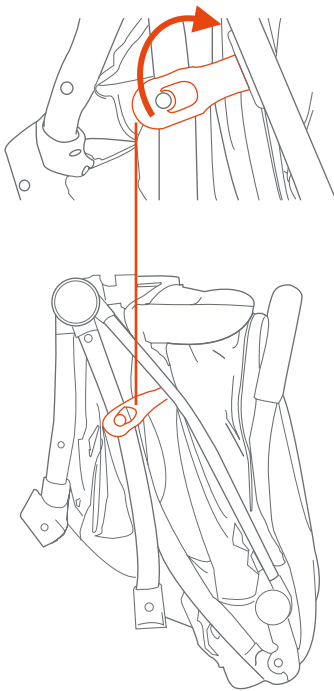

Fig. 1a
1) • Unlock the release lever (Fig. 1a).